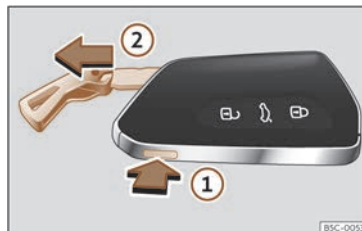

Fig. 77 Chave do vehículo: extraer o espadín.
- Prema o botón» **fig. 77** ① para facer saír a argola a modo de chaveiro e poder extraer o espadín ②. Se preme lixeiramente sobre a argola, esta quedará fixa a modo de chaveiro.
- Prema o botón» **fig. 77** ① para desbloquear. Manteña premido o botón ① e ao mesmo tempo tire da argola na dirección da frecha» **fig. 77** ② para extraer completamente o espadín.